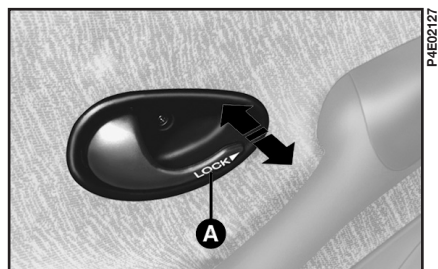

рис. 70
Чтобы отпереть дверь, потяните за ручку замка **A** (рис. 70).
5) Пропустив ремни безопасности по бокам спинки, опрокиньте спинку сиденья вперед (рис. 70) таким образом, чтобы получилась ровная площадка на одном уровне с полом багажника.